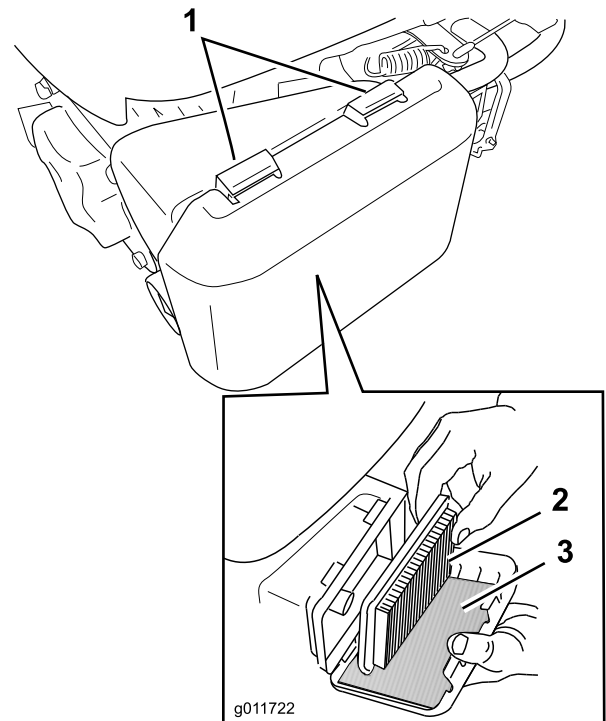

Figura 33
1. Presione hacia abajo los cierres de la parte superior de la tapa del limpiador de aire (Figura 33).
3. Retire el filtro de aire de papel y el pre-filtro de gomaespuma (Figura 33).